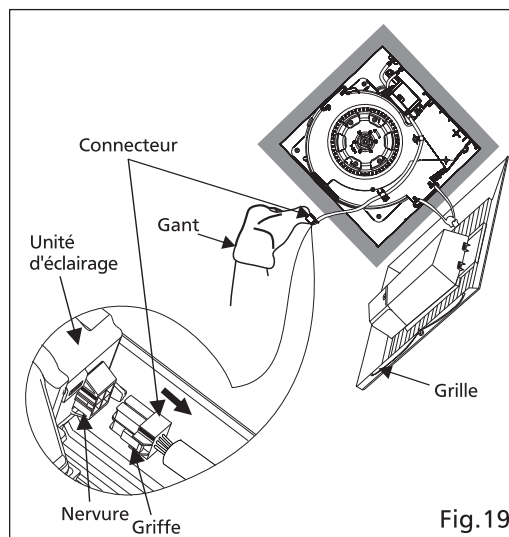

Fig. 19
1. Retirer la grille en abaissant un ressort de fixation . Déconnecter le connecteur à fiches, puis abaisser l'autre ressort de fixation. (Pincer le ressort de fixation et abaisser-le doucement.) (Voir Fig.19)